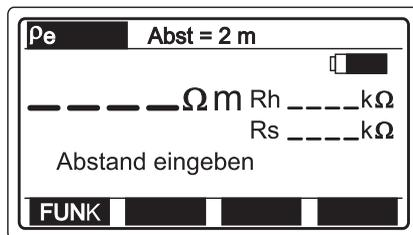

Bild 41: Einstellmenü für Abstand
- Zur Einstellung des Sondenabstands (Abstand der Erdspeie) die Funktionstaste F2 (Abst) drücken, um in das Einstellmenü zu gelangen, siehe Bild 41.